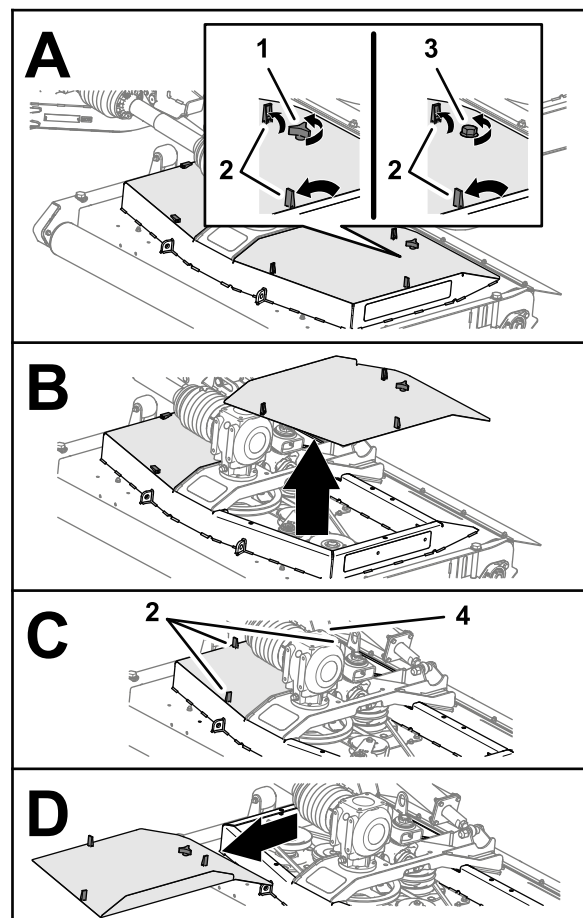

図 46
1. デッキカバーを固定しているラッチ3個を外す図 46。
2. デッキカバーをデッキに固定しているノブ CE 仕様の場合はボルトをゆるめる図 46。
4. 他のカバーについても同様にステップ 1 と 2 を行う図 46。